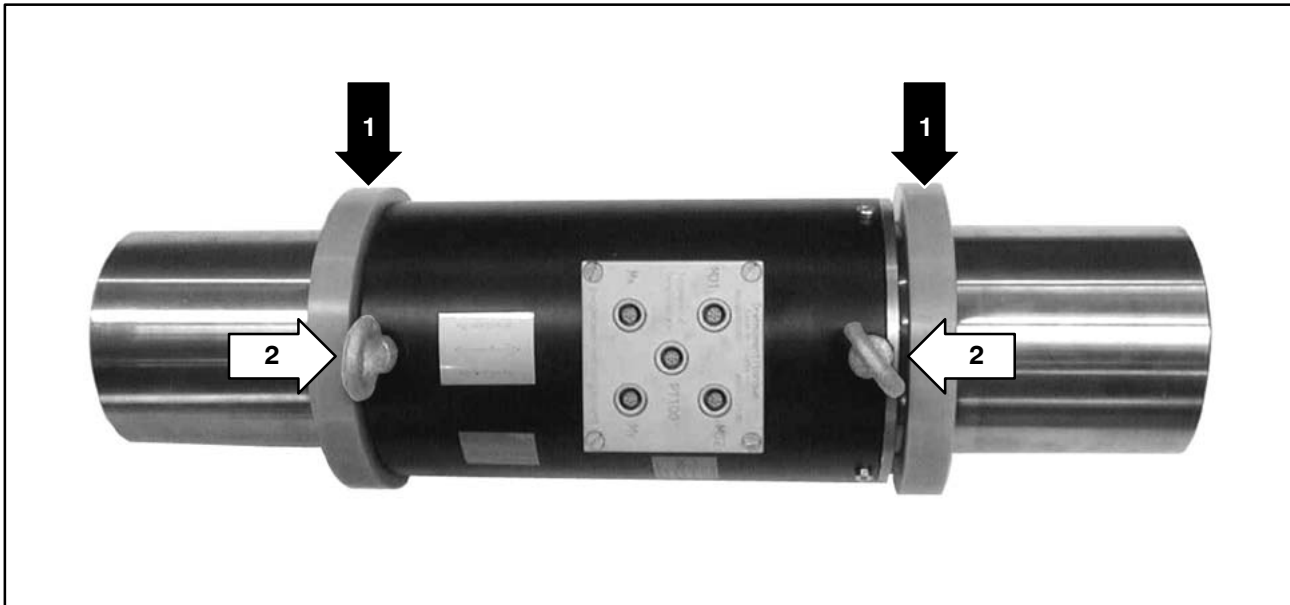

Abb. 4.2: Schutzringe (1) und Transportösen (2), Ansicht von oben
- **Nur bei Nenndrehmoment 10 kN·m und 20 kN·m:** Entfernen Sie die Kunststoff-Schutzringe siehe Abb. 4.2.
- **Nur bei Nenndrehmoment 10 kN·m und 20 kN·m:** Entfernen Sie die Transportösen, siehe Abb. 4.2.